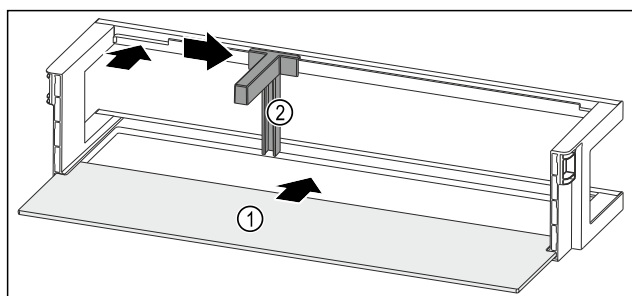

Fig. 264 Balconnet de contre-porte avec tablette de rangement
- Insérer la tablette de rangement Fig. 264 (1) dans les évidements latéraux.
- Insérer le range-bouteilles Fig. 264 (2) dans l'évidement.
- Pousser le range-bouteilles Fig. 264 (2) sur le côté en position souhaitée.